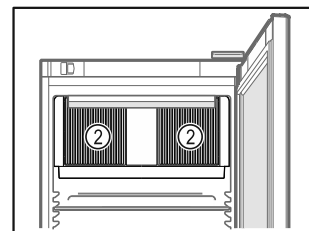

Fig. 31
- ❑ Тримати відкритою вентиляційну щілину *Fig. 31 (2)* вентилятора циркуляційного повітря у внутрішній камері.